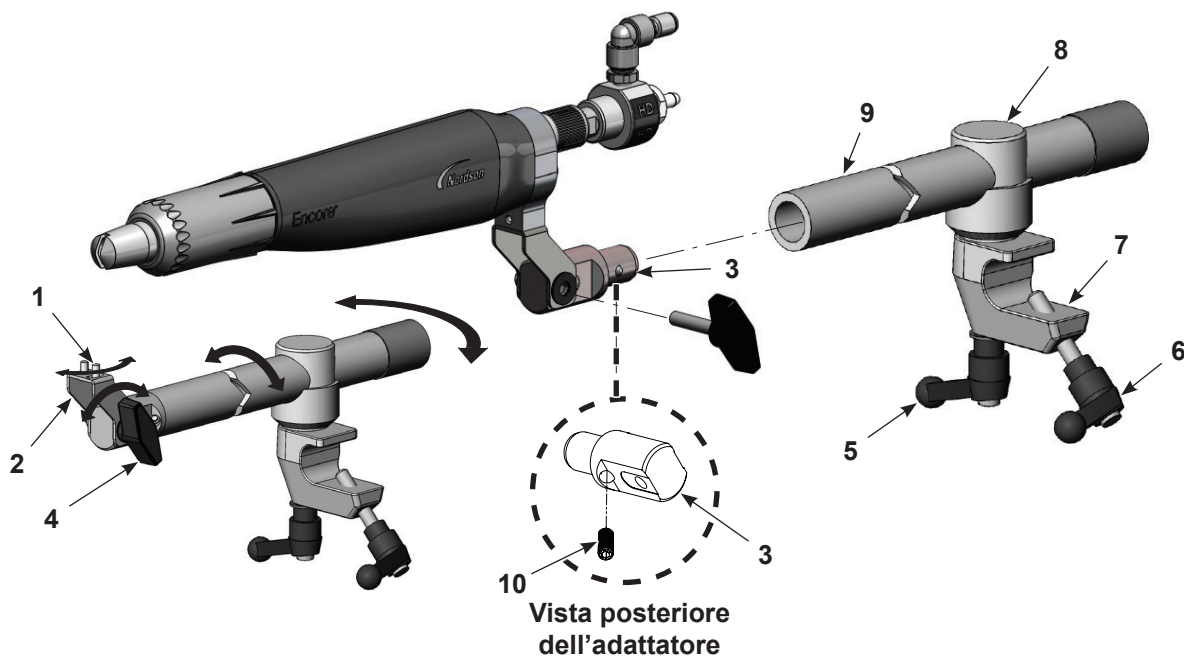

Figura 3-2 Pistola a spruzzo con montaggio su barra
Vedi Figura 3-2. Installare l'adattatore per il montaggio su barra della pistola a spruzzo (3) nell'estremità dell'asta di regolazione (9) e fissarlo stringendo la vite di arresto (10) con una chiave esagonale da 4 mm.
- Per muovere la punta della pistola a spruzzo da un lato all'altro allentare la vite a bottone destra (1).
- Per inclinare la punta della pistola a spruzzo in su o in giù allentare la manopola di inclinazione (4).
- Per girare l'asta di regolazione sull'asse del corpo di bloccaggio (8) o nel corpo di bloccaggio allentare la maniglia di rotazione (5).